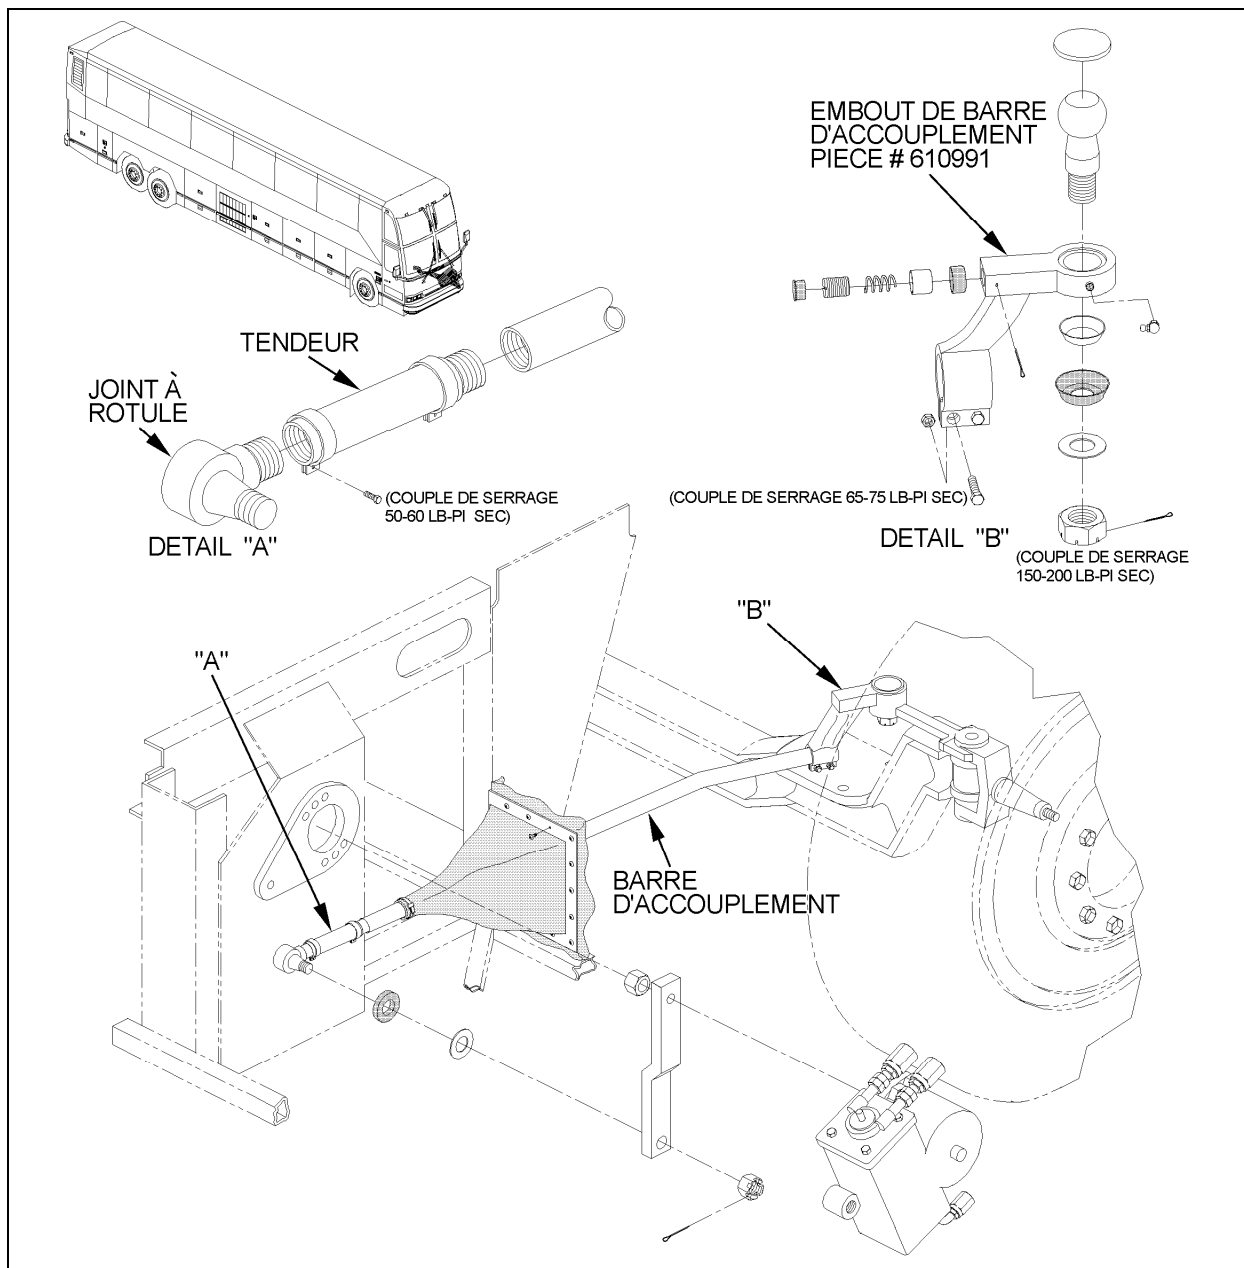

FIGURE 6
4. Dévisser la barre d'accouplement de l'embout à rotule (Voir figure 6).
Si ce n'est pas le cas, dévisser les boulons et écrous des colliers de serrage du tendeur de la barre d'accouplement et tourner le tendeur de façon à centrer le volant. Resserrer les boulons et écrous des colliers de serrage au couple de 50-60 lb-pi sec (Voir figure 6).